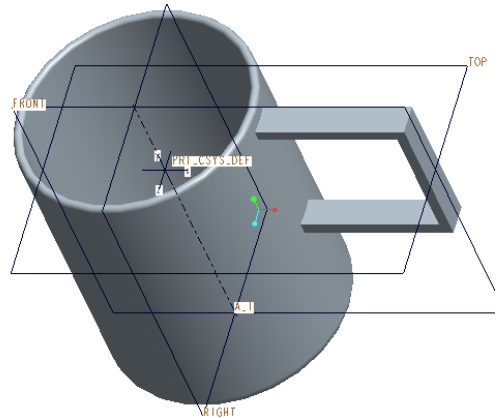

図 3-73 ハンドルの完了
- 「保存したビューリスト」 から「標準」を選択すると図 3-73 のようにハンドルが完了する。